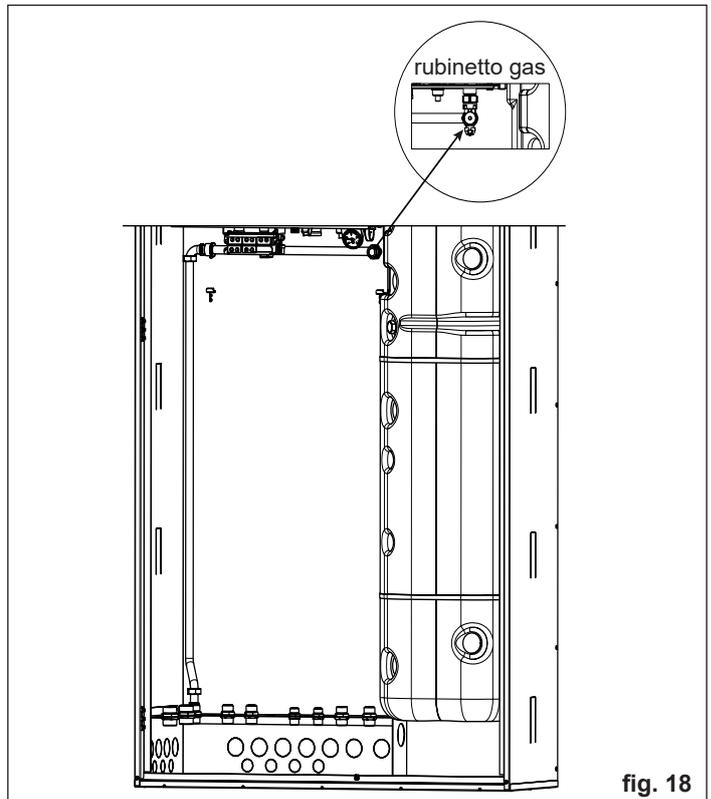

fig. 18
- Assemblare la rampa gas e la prolunga contenuta nel kit rampe di collegamento come indicato in fig. 18.